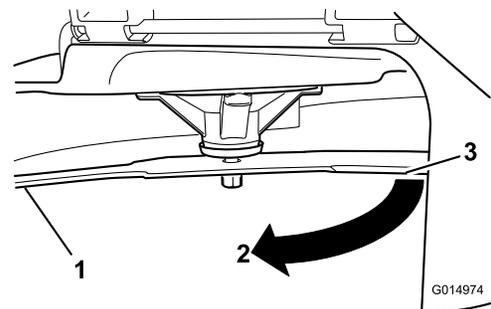

Figura 52
- Ruotate la stessa lama di 180 gradi in modo che il tagliente opposto si trovi ora nella stessa posizione (Figura 52).